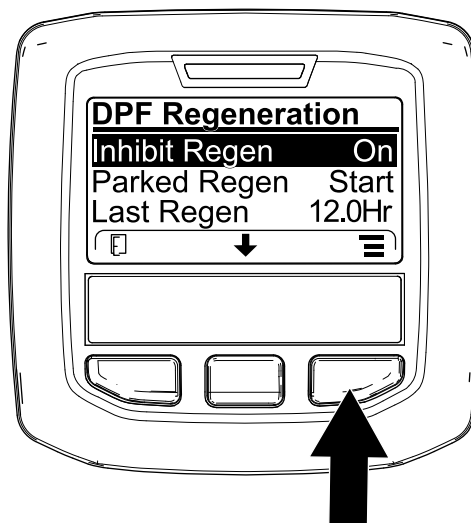
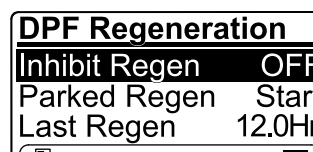

Рисунок 60
Рисунок 61
1. Перейдите в меню DPF Regeneration (Регенерация DPF), нажмите среднюю кнопку, чтобы перейти вниз к опции Inhibit Regen (ЗАПРЕТ РЕГЕНЕРАЦИИ), и нажмите правую кнопку, чтобы выбрать опцию Inhibit Regen (Запрет регенерации) (Рисунок 60).
2. Нажмите правую кнопку, чтобы изменить настройку запрета регенерации с On (Вкл.) на Off (Выкл.) (Рисунок 60) или с Off (Выкл.) на On (Вкл.) (Рисунок 61).